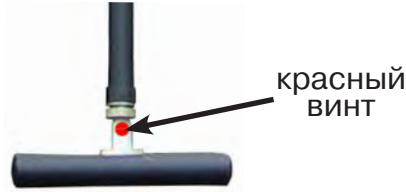

Рис.9.4
По направлению «стрелки» можно отличить «свой» сигнал от «чужого», поскольку направление тока в «своей» коммуникации противоположно «перенаведенным» токам, протекающим по «чужим» коммуникациям. Направление сигнала - вперед (↑) является условным понятием и «назначается» оператором для данного положения датчика относительно данной трассы, которое фиксируется оператором по метке в виде красного винта (рис.9.4), расположенной на одной из сторон датчика ЭМД-247.
4. «Назначение» производится нажатием кнопки **f** при расположении датчика точно над «выделенной» коммуникацией, считающейся «своей». После этого указатель направления сигнала приобретает вид - (↓). При переходе на «чужую» коммуникацию с другим «направлением сигнала» (или при изменении положения датчика на «обратное») раздастся звук и стрелка покажет «направление сигнала - назад (↓)» (рис.9.4)